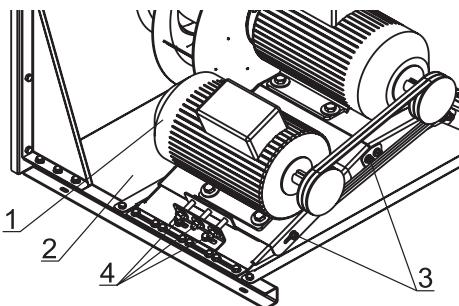

Рисунок 32. Натяжение ремня вентилятора
Натяжение ремней (рис. 32) регулируется перемещением электродвигателя (1) вдоль площадки (2). Для этого нужно: ослабить затяжку болтовых креплений (3) электродвигателя к площадке (2) и стопорные гайки натяжных болтов (4); переместить его закручиванием гайки натяжных болтов (4), добиться выравнивания ведомого и ведущего шкинов (см. «Выверка валов вентилятора и электродвигателя»); затянуть болтовое соединение (3). После выполнения всех операций затянуть стопорные гайки натяжных болтов (4).
Шкивы устанавливаются на вал через коническую втулку, которая посажена в сопрягающуюся конусную расточку в шкиве. Чтобы установить, вставьте втулку в шкив. Совместите отверстия (не резьбовые) и надвиньте весь узел на вал. Установите винты. Сцентрируйте шкивы и затяните винты. При этом размер (A) см.рис.32, от торца втулки до торца вала должен быть не менее 5 мм.